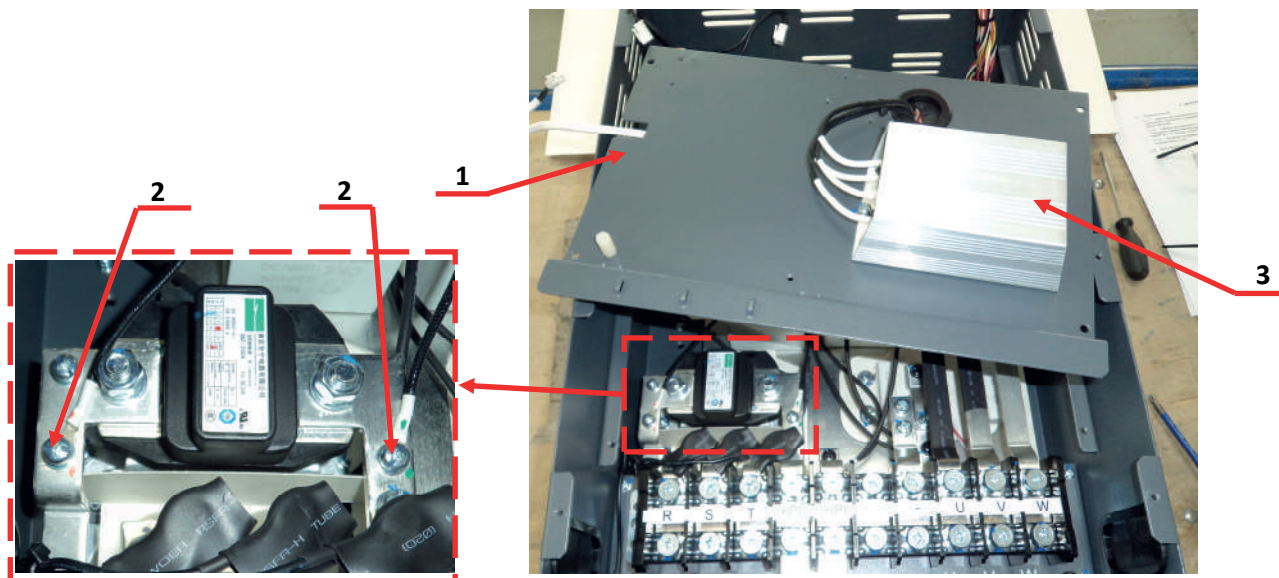

Рис.6.10
- 6.6.3. Открутить 2 винта поз.2 крепления наконечников проводов резистора предзаряда поз.3 (рис.6.10). **Монтажную панель 1** вместе с резистором предзаряда положить в тару 3.1.16. Винты положить в тару 3.1.17.